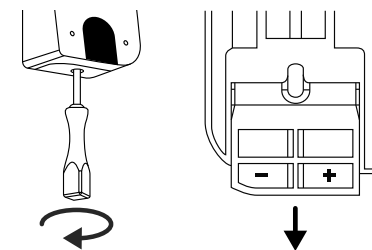

Fig. 3
- 3 Retire los tornillos de la parte inferior del teclado con el destornillador Tx8 incluido en el suministro y extraiga el compartimento de la batería tirando hacia abajo (Fig. 3).